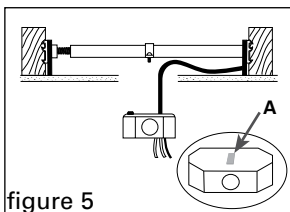
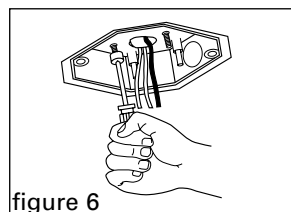

figure 5
figure 6
4. Remove one knockout from electrical box and install connector. Pull the wire down through the hole and into the connector. Insert the electrical box into the hole and onto the bolts of the bracket (figure 5). Make sure the magnet (A) is positioned on the center of the box (refer to inset drawing on figure 5), the magnet (A) will secure the box to the hanger bar while freeing up your hands to finish the installation. Secure the box with the two nylon locknuts provided, **tighten securely** (figure 6). **Do not overtighten.**
4. Retirez une entrée défonçable de la boîte électrique et installez le connecteur. Tirez le fil vers le bas à travers le trou jusqu'au connecteur. Insérez la boîte électrique dans le trou et fixez-la aux boulons du support (figure 5). Assurez-vous que l'aimant (A) est bien positionné au centre de la boîte (voir le schéma en médaillon à la figure 5); l'aimant (A) sécurisera la boîte à la barre de suspension tout en libérant vos mains de manière à pouvoir compléter l'installation. Fixez la boîte à l'aide des deux contre-écrous de nylon fournis. **Vissez fermement** (figure 6). **Ne pas trop serrer.**